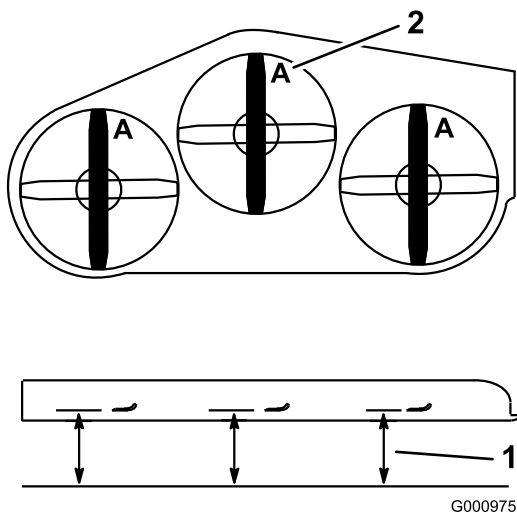

Figura 80
4. Mida desde una superficie nivelada hasta el filo de corte, posición A, de las cuchillas (Figura 80).